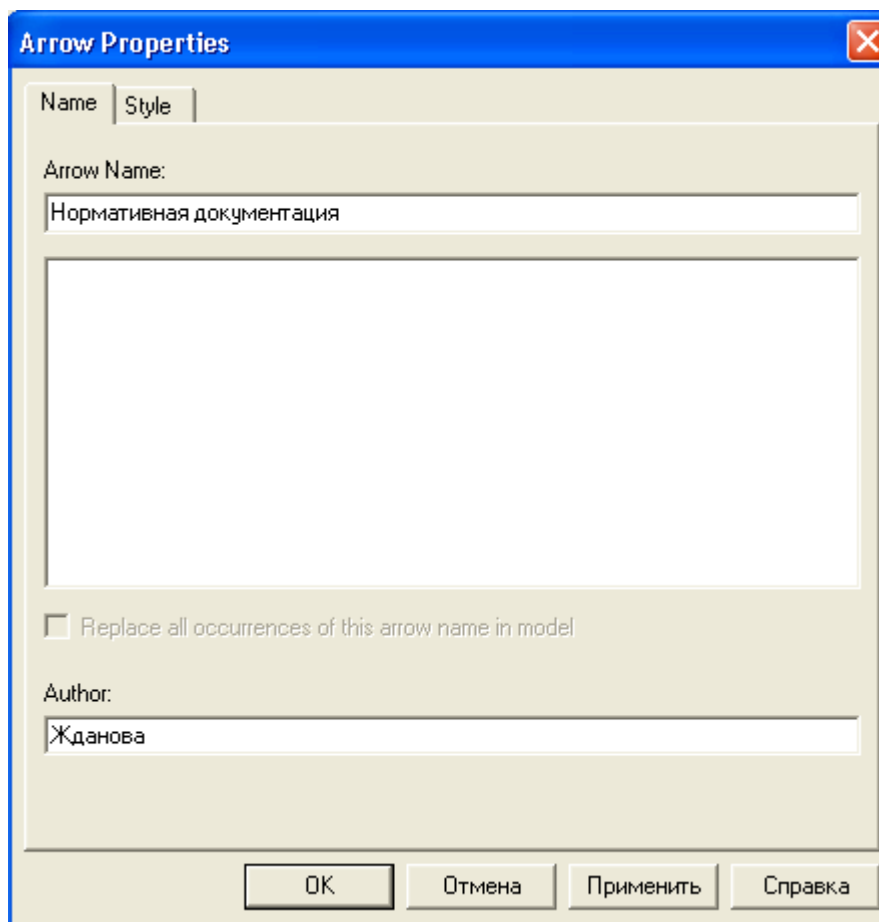

Рис. 1.13. Диалоговое окно Arrow Properties
4. В диалоговом окне введите название дуги: «Нормативная документация» (рис. 1.13.).